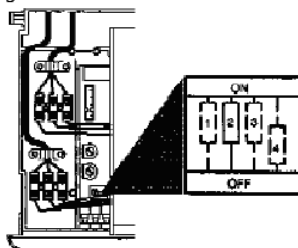

fig. 8.2
- 8 Posicionar o micro selector "2" fig. 8.2 em OFF para o gás Butano e Propano, em ON para o gás Natural.